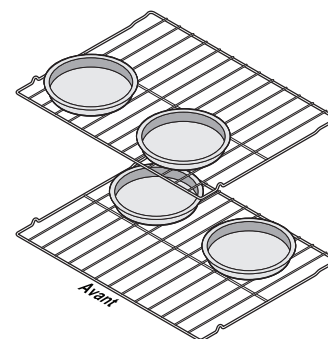

Figure 17 : Recommandations relatives à l'espacement des plats
- Lorsque vous cuisinez avec deux grilles de four, positionnez l'ustensile de cuisson comme illustré à la Figure 17. Laissez un espace d'au moins 5 cm (2 po.) entre les ustensiles de cuisson pour permettre à l'air de bien circuler.